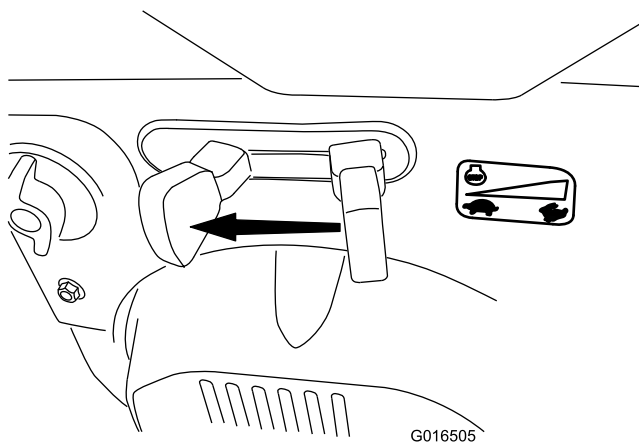

Figure 27
1. Déplacez la commande d'accélérateur en position BAS RÉGIME, puis en position ARRÊT (Figure 27) pour couper le moteur. Il est également possible de couper le moteur en tirant la clé de contact vers l'extérieur, à la position centrale.